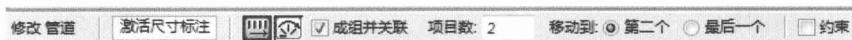

图 1-10
- 阵列：选择图元，单击“阵列”按钮，在选项栏中进行相应设置，勾选“成组并关联”复选框，输入阵列的数量，例如“2”，选择“移动到”选项组中的“第二个”单选按钮，在视图中拾取参考点和目标点位置，二者间距将作为第一个管道和第二个或最后一个管道的距离值，自动阵列管道，如图1-10所示。